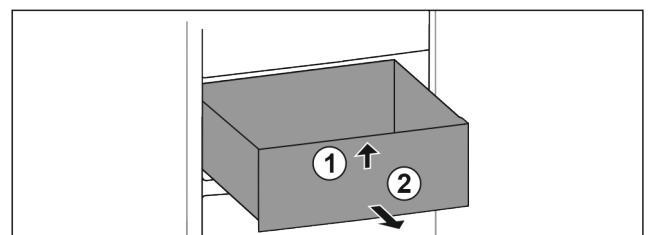

Fig. 98
- ▶ Soulever la partie avant du tiroir. Fig. 98 (1).
- ▶ Retirer le tiroir par l'avant. Fig. 98 (2)